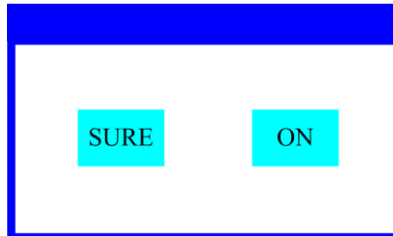

图 5 确定输入窗口
- 重要布尔参数的确定会通过，确定窗口来设定，如下图 5 所示：